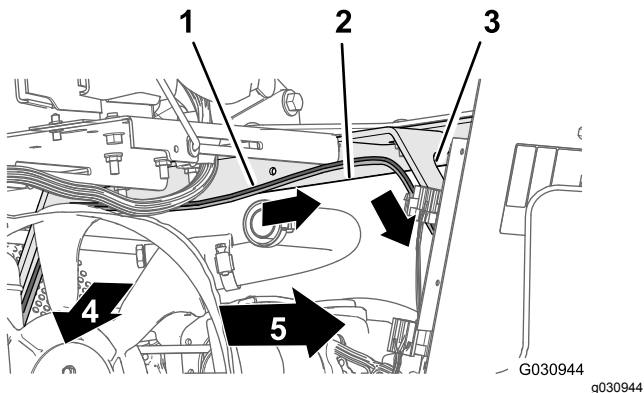

图 115
2. 让 108cm 线束支管穿过座椅箱边角向下沿着发动机挡板左支撑架摆放图 115。